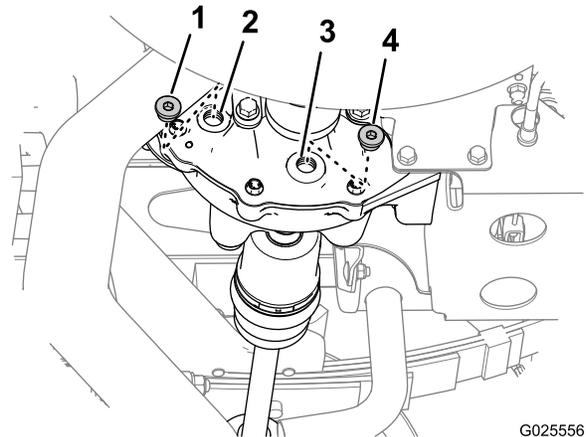

図 75
1. ドレンプラグの下にオイルを受ける容器をおく 図 75。
2. デファレンシャルの補給ポートから補給プラグを、ドレンポートからドレンプラグを、外す 図 75。
4. ドレンポートにドレンプラグを元通りに取り付け 図 75、プラグを 1419Nm13.619.0kg.m = 1014ft-lbにトルク締めする。
5. デファレンシャルの補給ポートから所定のオイルを 550 ml 入れる 図 75。
6. 補給ポートに補給プラグを元通りに取り付け 図 75、プラグを 1419Nm13.619.0kg.m = 1014ft-lbにトルク締めする。